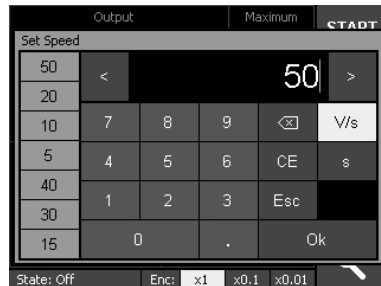

Рисунок 6.8
6.1.10 Выполнить установки, определяющие скорость повышения напряжения. Для этого нажать на поле «Time» или «Speed». При этом открывается окно «Set Time» (рисунки 6.7) или «Set Speed» (рисунок 6.8).